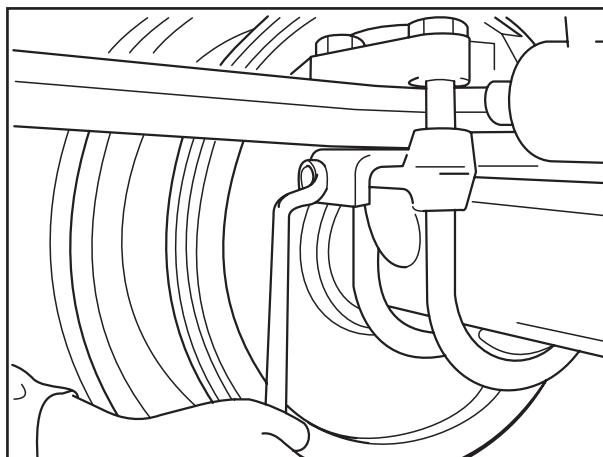

Fig. 5
☞ Bei abgewinkelten Einspurplatten durch Verdrehen der Schraube / Kontermutter (Fig. 5) Achse einspuren. Nach dem Ausrichten der Achse Schraube kontern.
- ☞ - If angled tracking plates are fitted, align axle by turning the bolt/locking nut (Fig. 5). After aligning axle, lock bolt.